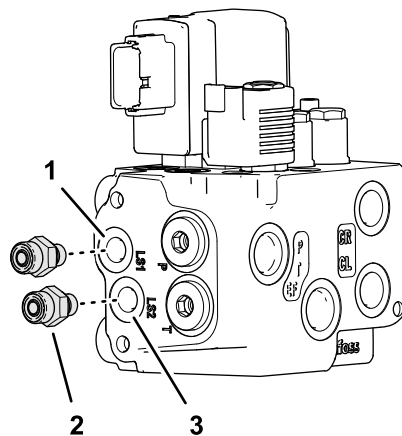

図 78
1. 次のように、2つのストレート油圧継手 (-6 x 12 mm) を EHIステアリングバルブ (図 78) に組み付けます。